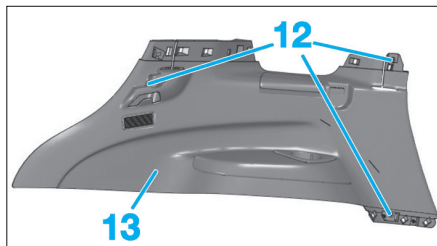
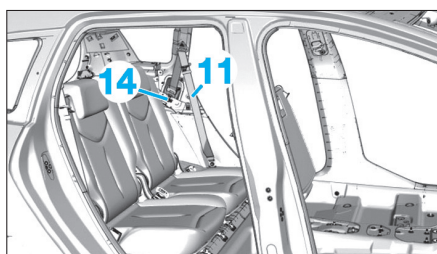

Fig. 79
Fig. 80
- Déposer les vis de fixation (12) de la garniture de tablette arrière (Fig.79).
- Extraire la garniture de tablette (13).
- Déposer la vis (14) puis la ceinture de sécurité arrière (11) (Fig.80).